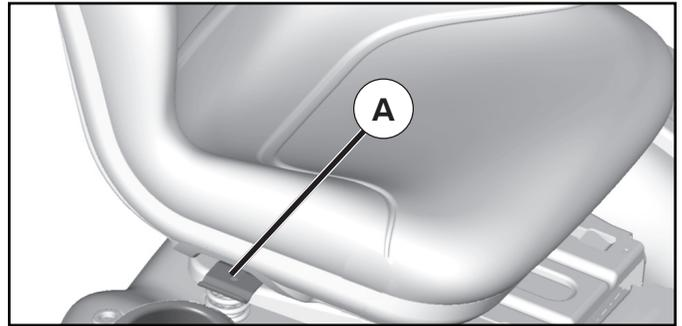

Fig. 2
ADJUST SEAT (See Fig. 2)
1. **SET PARKING BRAKE LEVER AND LOWER ATTACHMENT LIFT LEVER (See Fig. 2 and 3)**